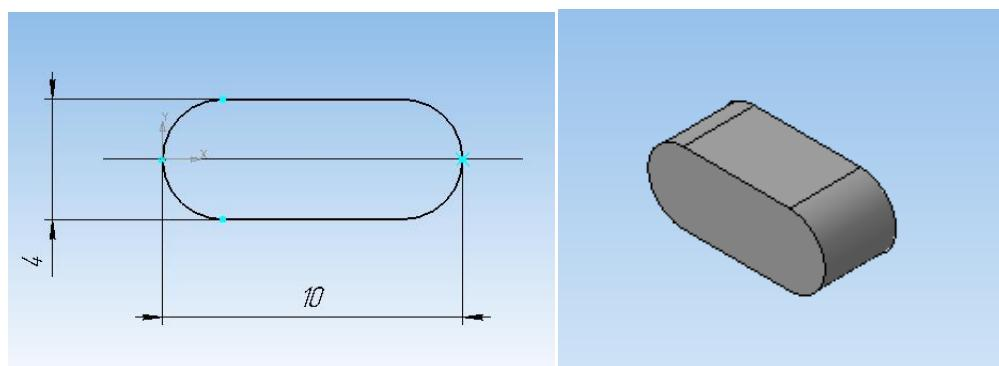

Рисунок 114.
3. Разрушьте и отредактируйте эскиз, получив контур шпонки (рисунок 114).